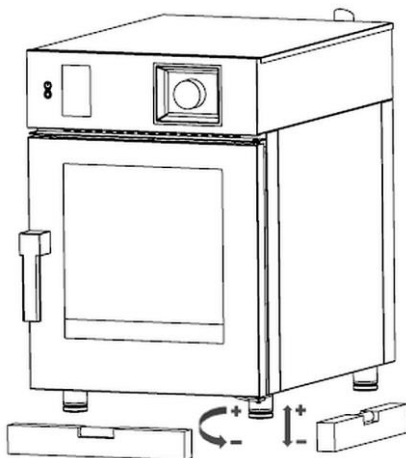

Abb. 2
- Das Gerät muss waagrecht aufgestellt werden, dazu wird die Höhe der regulierbaren Füße mit Hilfe einer Wasserwaage eingestellt, wie in Abb. 2 dargestellt ist.